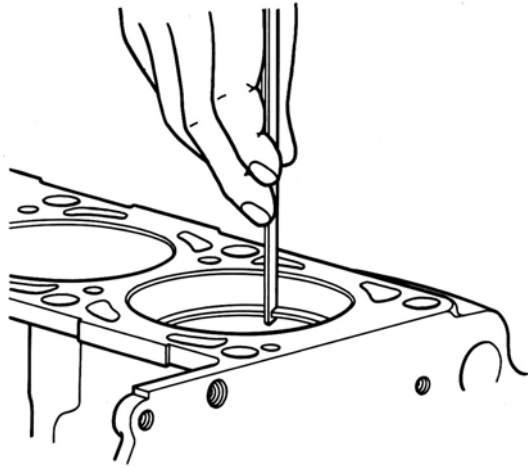

Рис. 3.1.65. Подбор поршневых колец к цилиндру
– подобрать по цилиндрам поршневые кольца. Тепловой зазор, замеренный в стыках колец, помещенных в цилиндр (рис. 3.1.65), должен быть 0,3-0,55 мм у компрессионных колец и 0,3-0,6 мм у чугунных маслоъемных колец ф. «Goetze» или 0,25-0,5 мм у маслоъемных колец ф. «Buzuluk»;